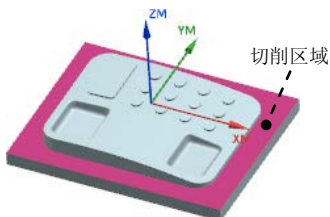

图 12.22 指定切削区域
Step2. 在图形区选取图 12.22 所示的切削区域，单击“切削区域”对话框中的按钮，系统返回到“底面壁”对话框。